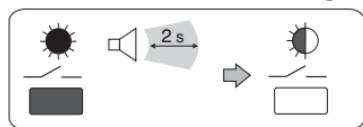

Fig. 8
- Mantenere premuto il **tasto “—”** fino alla emissione di un singolo segnale acustico; quindi rilasciarlo: il **LED** è lampeggiante (fig.8). Il nuovo trasmettitore è abbinato al ricevitore.